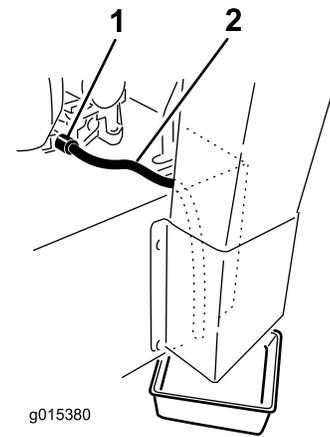

Figure 32
**Remarque:** Tournez le robinet de vidange pour permettre à l'huile de s'écouler (Figure 32).